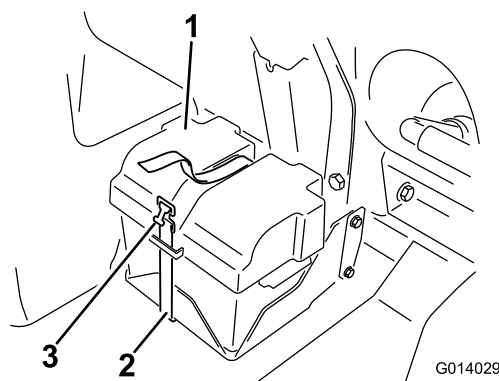

Figura 94
- Retire a cobertura da bateria e desligue o cabo negativo (preto) do borne da bateria (Figura 94).
4. Coloque a tampa da bateria e fixe-a com a cinta que retirou anteriormente (Figura 94).